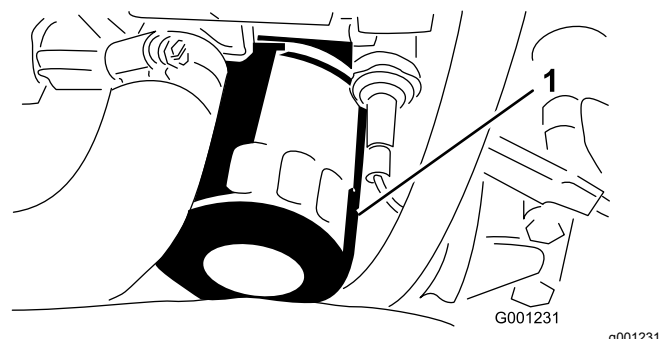

Figura 48
8. Retire el filtro de aceite e instale uno nuevo (Figura 48).